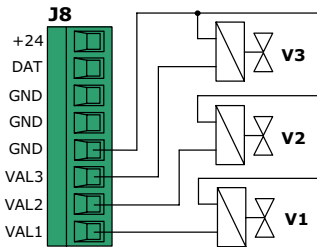
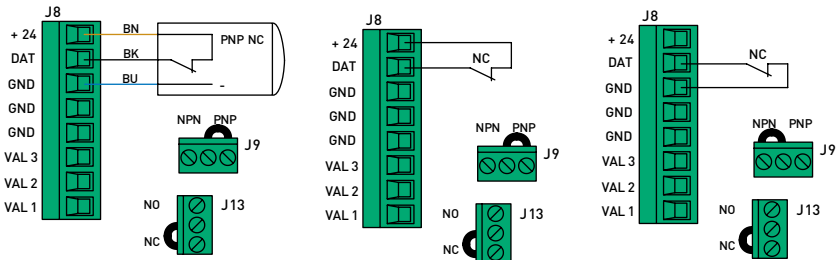

Рисунок 6. Подключение клапанов
Рисунок 8. Подключение датчика положения ворот:
J8	Разъем подключения клапанов гидравлического агрегата (рис. 6) и датчика положения ворот (рис. 8). Если датчик сработал, то электродвигатель гидравлического агрегата выключается, и платформа начинает опускаться.
**ВНИМАНИЕ!** На рис. 8 показаны примеры подключения датчика положения ворот, который располагается в проеме ворот. Платформа работоспособна (не блокируется работа), когда в зоне действия датчика нет полотна ворот. Датчик положения ворот должен быть выбран и подключен правильно в зависимости от типа датчика и места его установки (принципа использования).